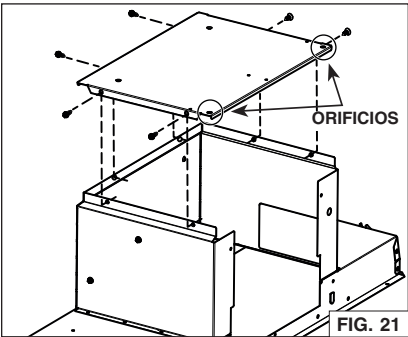

FIG. 21
9. Instale la placa trasera en la parte superior del aparato, dónde estaba la placa de soporte del ventilador. Los orificios cerca de las esquinas deben encontrarse en la parte trasera del aparato. Sujetarla a la parte superior del aparato usando los 6 tornillos retirados previamente al paso 7 (FIG. 21).